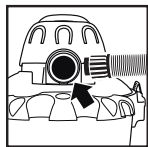

FIGURA 23
42. Esta aspiradora puede utilizarse como un soplador potente. Para utilizar la unidad como un soplador, extraiga cualquier obstrucción de la manguera. Inserte la manguera de la máquina dentro del puerto del soplador en la parte posterior de la unidad. **FIGURA 23.** Tuerza